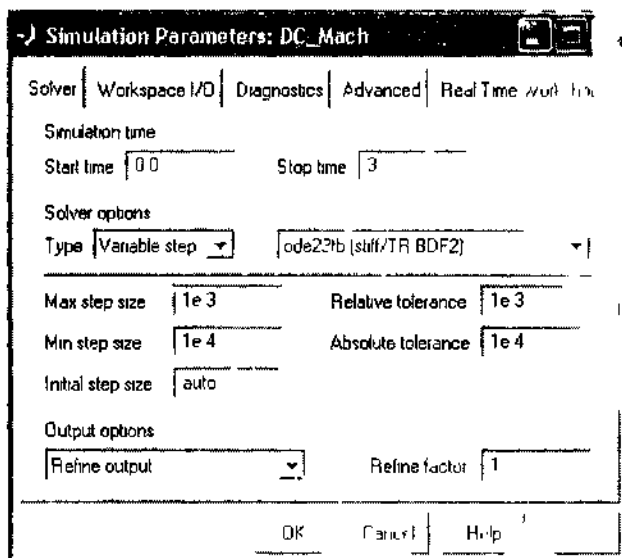

Рис. 5.3. Окно задания параметров моделирования
Окно настройки параметров моделирования показано на рис.5.3.
4.2. Задать параметры моделирования (рис. 5.3).